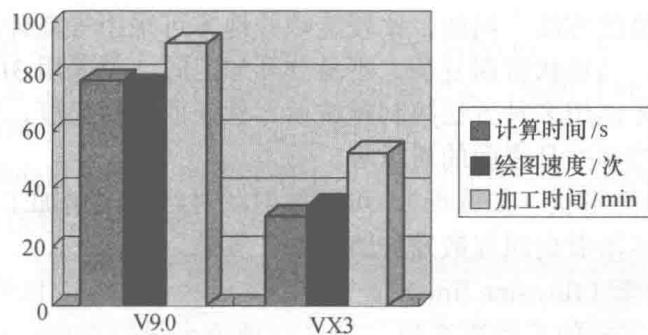

图 1-11 Mastercam V9.0 与 Mastercam VX3 的效率比较
7) Mastercam V9.0 与 Mastercam VX3 的效率比较。如图 1-11 所示, Mastercam VX3 的运行速度是 Mastercam V9.0 的 3 倍, 绘图速度可达两倍, 加工时间则缩短了 1/3 以上, 所以 Mastercam X 版本的优势是显而易见。